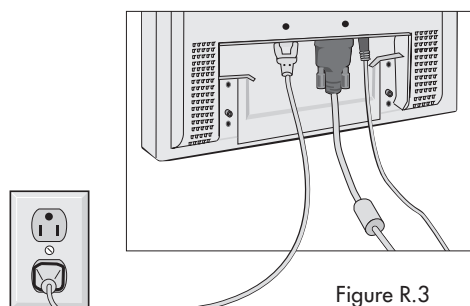

Figure R.3
5. Connectez les AC attachent avec une corde, câble du signal et câble Sonore au dos du moniteur (Figure R.3).